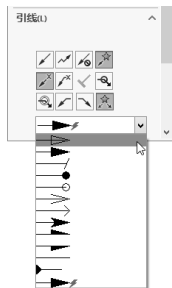
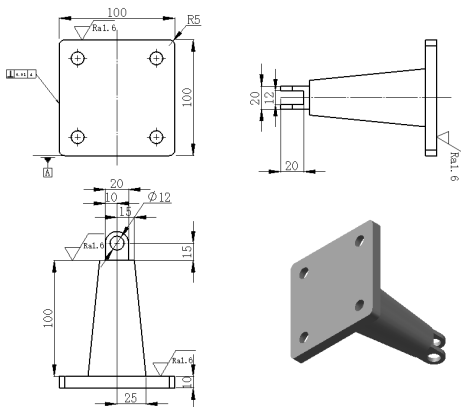

图 6-72 “尺寸界线/引线显示”属性管理器
图 6-73 工程图
**13** 选择视图中的所有尺寸，在“尺寸”属性管理器“引线”选项卡中的“尺寸界线/引线显示”属性管理器中实心箭头，如图 6-72 所示，单击“确定”按钮。最终可以得到图 6-73 所示的工程图。工程图的生成到此结束。